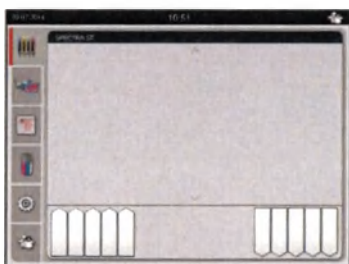

Рис. 14
- По окончании фазы инициализации на экране появляется Главное меню (→ "Рис. 14").